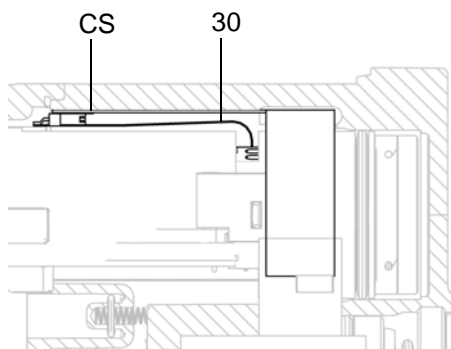

FIG. 36. Podłączyć obwód elastyczny
- Wprowadzić zespół zasilacza/turbiny do korpusu pistoletu (10). Upewnić się, że taśmy uziemienia (EE) wchodzą w kontakt z korpusem pistoletu.
Dotyczy tylko modeli Smart: ustawić złącze 6-stykowego obwodu elastycznego (30) równo z gniazdem (CS) na górze korpusu pistoletu. Patrz FIGURE 36.